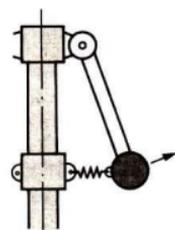

Bild 22
■ 3.21 An einem Fliehkraftregler (Bild 22) wird eine Stahlkugel mit der Masse 120 g, die auf einer Kreisbahn mit dem Radius 480 mm umläuft, durch eine Schraubenfeder mit der Federkonstanten 20 kp cm^{-1} nach innen gezogen. Berechnen Sie die Drehzahl, bei der die Feder um 20 mm gedehnt wird.